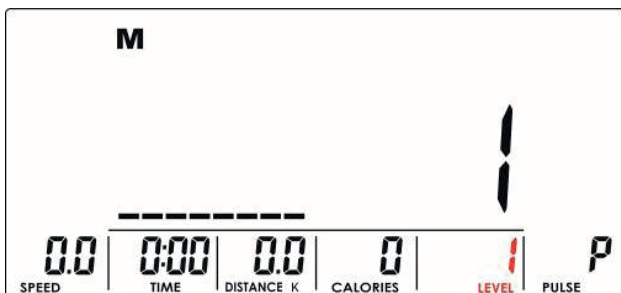

Abbildung 4
2. Stellen Sie die Widerstandsstufe mit dem Drehrad ein (Abb. 4) und bestätigen Sie mit MODE. Der Vorgabewert ist 1.